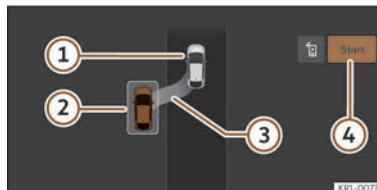
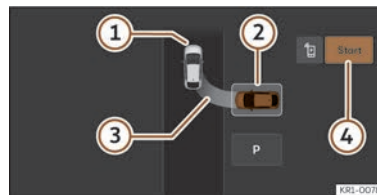

Fig. 137 Sur l'écran du système d'infodivertissement : position de stationnement en créneau.
Fig. 138 Sur l'écran du système d'infodivertissement : position de stationnement en bataille.
>>> **fig. 137**, >>> **fig. 138**
- ① Son propre véhicule
- ② Place de stationnement détectée
- ③ Indication de la manœuvre proposée pour stationner
- ④ Lancer la manœuvre de stationnement
- Regardez sur l'affichage de l'écran du système d'infodivertissement si la place « appropriée » a été détectée et si la position correcte pour stationner >>> **fig. 137**, >>> **fig. 138** a été atteinte. Arrêtez le véhicule, suivez les instructions affichées sur l'infodivertissement.
- Arrêtez le véhicule, appuyez sur la pédale de frein et, après une brève pause, appuyez sur la touche **Démarrer** (④) du système d'infodivertissement.